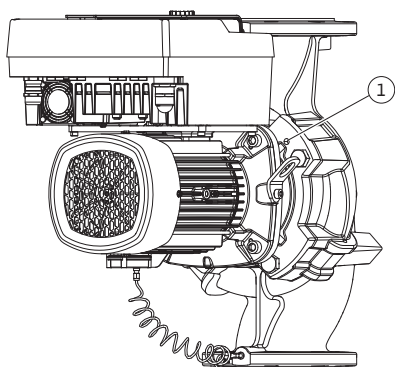

Fig. 11: Éjection du kit embrochable par les trous taraudés (selon le type de pompe)
5. Desserrer le kit embrochable (voir Fig. 4) du corps de pompe. Plusieurs procédures sont possibles selon le type de pompe (voir Fig. I ... III) : Pour le type de pompe de la Fig. I, desserrer les vis (pos. 29). Éjecter le kit embrochable du corps de pompe. Pour le type de pompe des Fig. II et Fig. III, utiliser pour ce faire les deux trous taraudés (Fig. 11, pos. 1). Utiliser les vis appropriées fournies par le client (p. ex. M10 x 25 mm).
5. Éjecter le kit embrochable (voir Fig. 4) du corps de pompe. Pour ce faire, utiliser les deux trous taraudés (voir Fig. 11). Pour desserrer le logement, visser des vis M10 de longueur adéquate dans les trous taraudés.
7. Desserrer les deux vis imperdables de la tôle de protection (Fig. II, pos. 27) et retirer la tôle de protection.
8. Engager une clé plate de surplat 27 mm dans le regard de la lanterne et maintenir l'arbre au niveau des surfaces de serrage (Fig. II, pos. 16). Dévisser l'écrou de blocage de roue (Fig. II, pos. 22). Retirer la roue (Fig. II, pos. 21) de l'arbre avec un dispositif de tirage.
9. Desserrer la tôle de support du capteur de pression différentielle (Fig. I, pos. 13) de la bride du moteur en desserrant la vis (Fig. II, pos. 10). Laisser le capteur de pression différentielle (Fig. I, pos. 8) suspendu avec la tôle de support (Fig. I, pos. 13) au niveau des